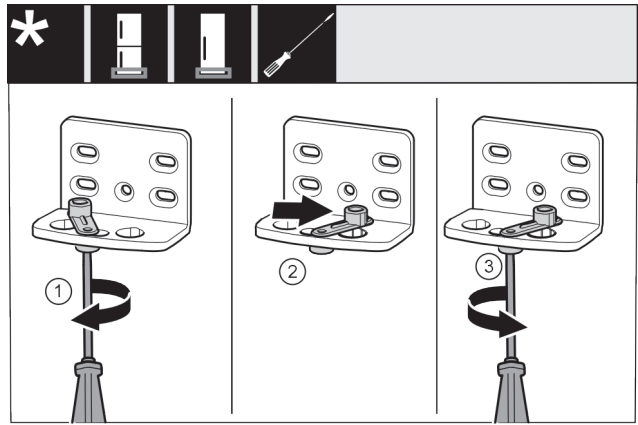

Fig. 46 *
- ▶ Lazán tekerje be a csavart Fig. 46 (1) csavarhúzóval.*
- ▶ Emelje meg az ajtó záródását segítő egységet Fig. 46 (2), és 90°-kal jobbra forgatva tekerje be a furatba.*
- ▶ Húzza meg a csavart Fig. 46 (3) csavarhúzóval.*